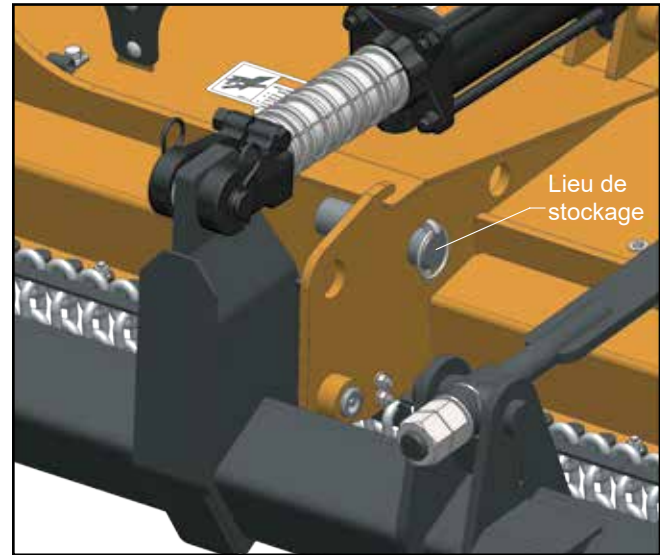

Figure 5. Goupille de verrouillage de transport en position de fonctionnement
4. Pour abaisser la débroussailleuse en vue de son utilisation, déployez le cylindre hydraulique pour relever la débroussailleuse. Déplacez la goupille de verrouillage de la position de verrouillage à la position de rangement (Figure 5).